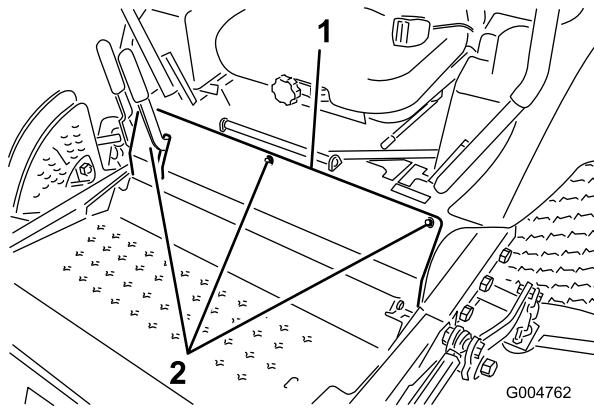

図 55
- 前パネルを止めているボルトを外して前パネルを外す(図 55)。